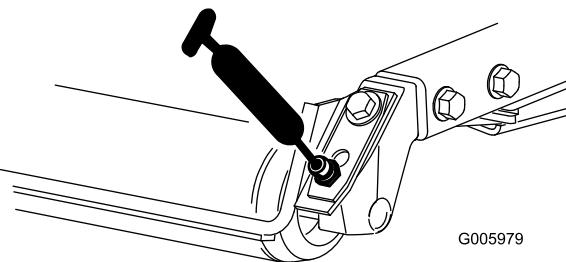

図 25
- 後ローラのベアリング各カッティングユニットに2ヶ所 図 25